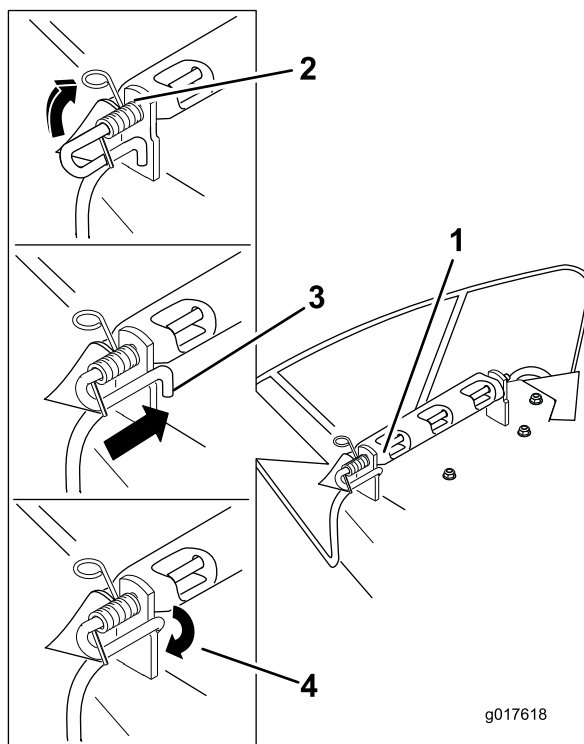

Figure 69
- Positionnez le nouveau déflecteur d'éjection en plaçant les extrémités du support entre les supports soudés du tablier, comme montré à la Figure 69.
- Positionnez le ressort sur la tige comme montré à la Figure 69, de sorte que l'extrémité la plus courte du ressort sorte du dessous de la tige avant le coude et passe par-dessus la tige à son retour.
- Soulevez le côté avec la boucle du ressort et placez-le dans le cran du support de déflecteur (Figure 69).
- Fixez l'ensemble tige et ressort en le tournant de sorte à pouvoir placer l'extrémité courte de la tige derrière le support avant soudé au tablier de coupe (Figure 69).